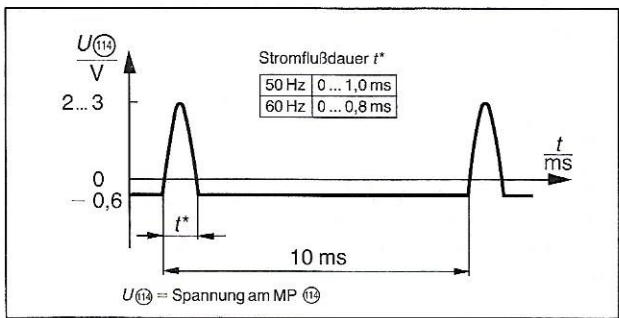

Abb. 10: Grenzwerte zur Vorstromeinstellung
6. Die Stromflußdauer muß mit den Angaben in **Abb. 10** übereinstimmen; gegebenenfalls an Poti 103 einstellen.